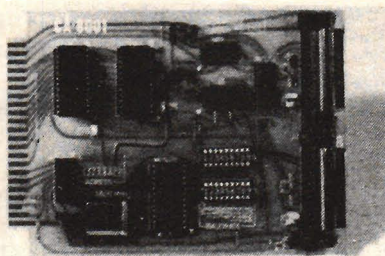

Fig 15:1. Bilden visar det monterade ACIA-kortet.
■ När vi skall ansluta en videoterminal till datorn, måste vi bygga ett kort för seriekommunikation. I fig 15:1 visas hur detta kort ser ut och i fig 15:2 visas principalschemat. Kortet är avsett att placeras i kontakt J1. ACIA-kretsarna kan då adresseras inom området \$8000–800F resp. \$E000–E00F. Kortet har försetts med två ACIA-kret-